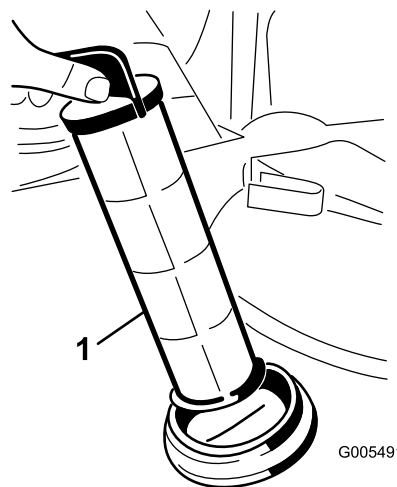

Figura 55
4. Estraete il filtro di aspirazione dal foro (Figura 55).